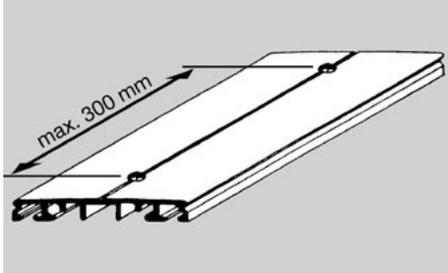
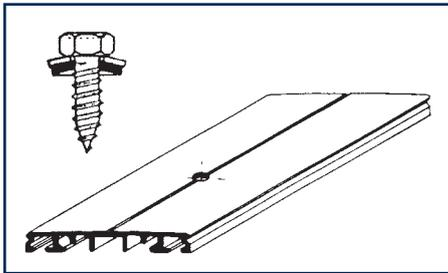
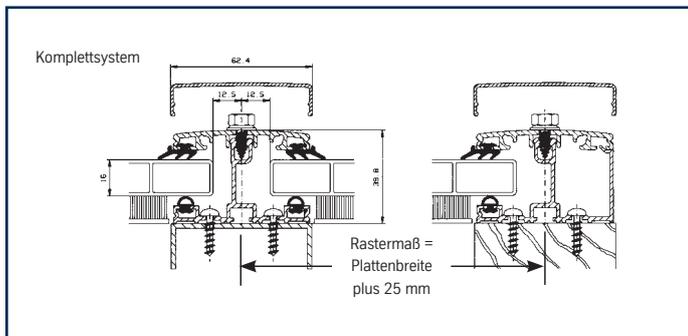

Abb. 21
Abb. 22
Abb. 23
Vor dem Einlegen der Platte in die Verlegeprofile sollten Sie sich noch einmal von der notwendigen Ausdehnungsmöglichkeit überzeugen (siehe Abb. 23/24):
a) Beim Komplettsystem wird das Sprossenoberprofil nun von Ihnen in der dafür vorgesehenen Bohrrut mit Durchgangsbohrungen versehen. Der Abstand der Bohrungen ( $\varnothing 7$  mm) darf nicht mehr als maximal 30 cm betragen (siehe Abb. 21). Um einen optimalen Profilkontakt zu erreichen, ist eventuell ein Entgraten der Bohrlöcher vorzunehmen (entfällt bei Oberprofilssystemen und vorgelochten Profilen). Fügen Sie nun das Sprossenoberprofil mit dem entsprechenden Sprossenunterprofil zusammen (siehe Abb. 23) und verbinden beide mit der für das System vorgesehene Edelstahlsschraube (siehe Abb. 22).